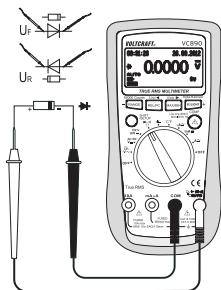

Fig. 6
1. Allumez le DMM et sélectionnez la plage de mesure «  $\Omega$  ». Appuyez sur la touche SHIFT/SETUP (3) jusqu'à ce que le symbole du test de diodes  $\rightarrow$  s'affiche à l'écran.
2. Insérez le cordon de mesure rouge dans la douille de mesure  $^{\circ}\text{CHzV}\Omega$  (7), le cordon de mesure noir dans la douille de mesure COM (8) (Fig. 6).
5. La tension de conduction « UF » s'affiche à l'écran en volts (V). Si « .OL » est visible, la diode est soit mesurée en direction inverse (UR) soit défectueuse (interruption). En guise de contrôle, effectuez une mesure antipolaire.